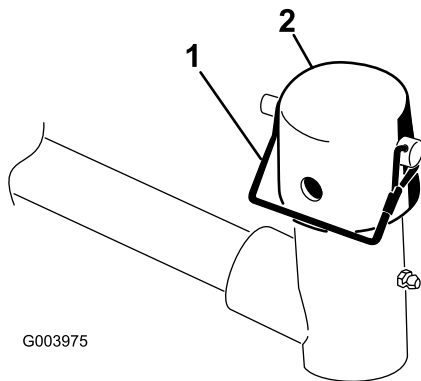

**Figura 8**
D. Montate la staffa dell'asta sulle alette degli elementi di taglio usando i bulloni a testa tonda e i dadi (Figura 6). Inoltre, nel rimontare la staffa dell'asta, sull'elemento di taglio n. 4 (lato sinistro) montate la guida del flessibile di sinistra sulla parte anteriore delle alette degli elementi di taglio (Figura 8).